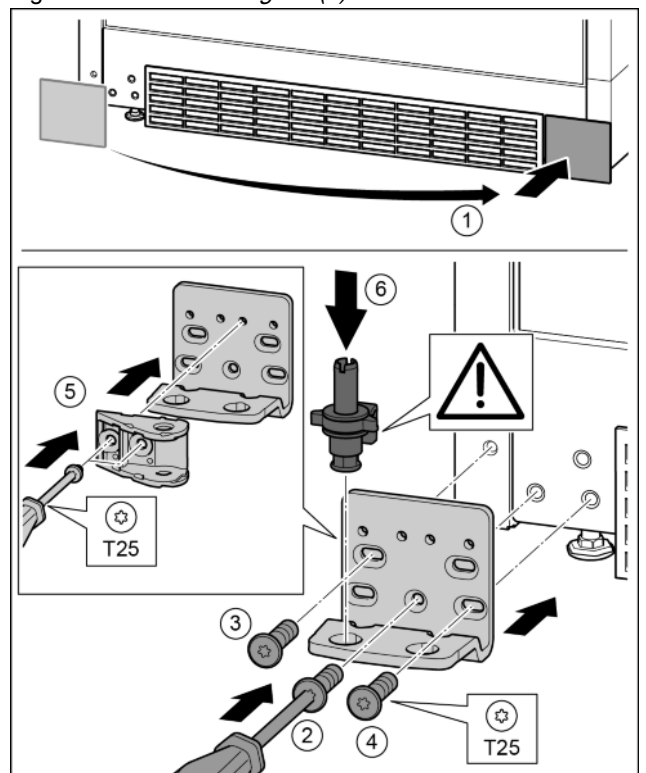

Fig. 27
- ▶ Abdeckung abnehmen und auf der anderen Seite anbringen. Fig. 27 (1)
- ▶ Lagerbock auf der anderen Seite ansetzen und mit Hilfe eines Schraubendrehers T25 anschrauben. Mit Schraube 2 unten in der Mitte beginnen. Fig. 27 (2)
- Schraube 3 und 4 festschrauben. *Fig. 27 (3, 4)*
- Schließdämpferverbindung um 180° drehen. Auf der anderen Seite des Lagerbocks mit Schraubendreher T25 anschrauben. *Fig. 27 (5)*
- Lagerbolzen komplett einsetzen. Dabei darauf achten, dass der Rastnocken nach hinten zeigt. *Fig. 27 (6)*